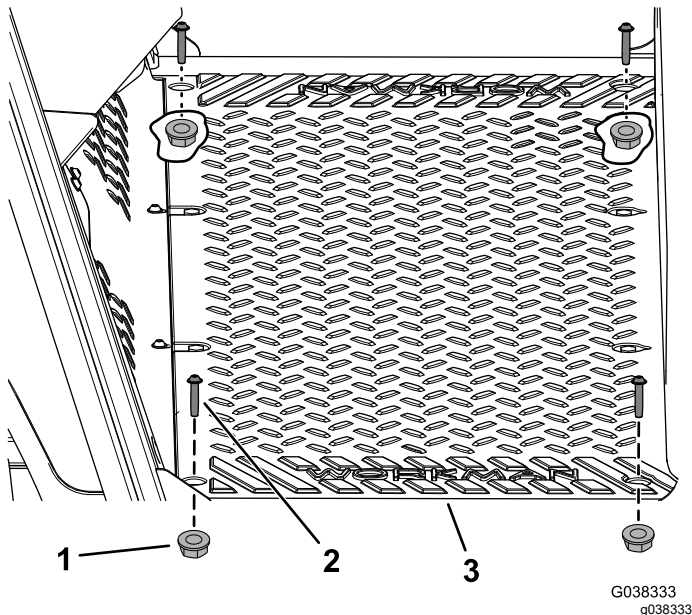

Figura 2
1. Retire los 4 tornillos (1/4" × 1 1/4") y las 4 tuercas (1/4") de la chapa de suelo (Figura 2).
- Instale los 4 tornillos ($1/4'' \times 1\frac{1}{4}''$) y las 4 tuercas ($1/4''$) retirados anteriormente en la chapa de suelo (Figura 2).